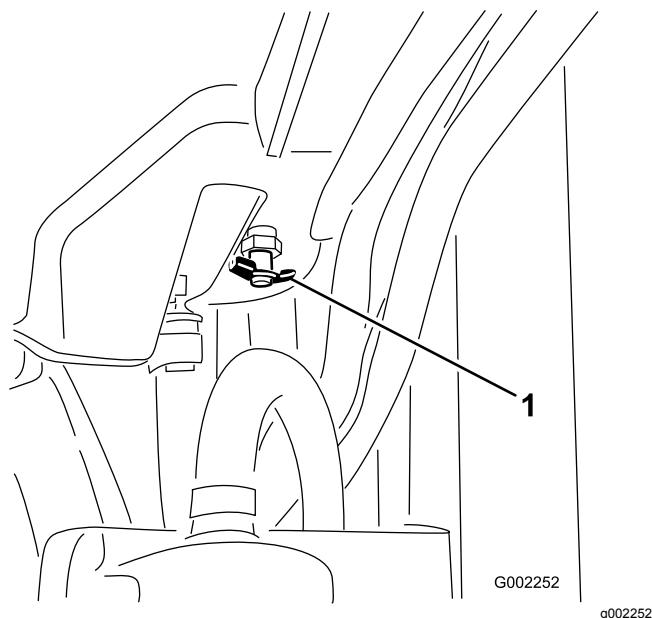

図 89
4. ドレンバルブを開いて冷却液を排出する 図 89。
5. ドレンバルブを閉じる 図 89。